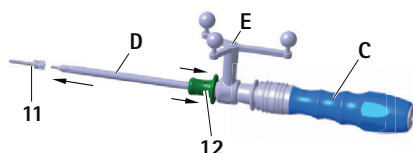

Fig. 9 Empreinte de la vis S⁴C avec tournevis S⁴C
- Tirer la douille de maintien 12 vers l'arrière sur le tournevis S⁴C D et la maintenir, voir Fig. 9.